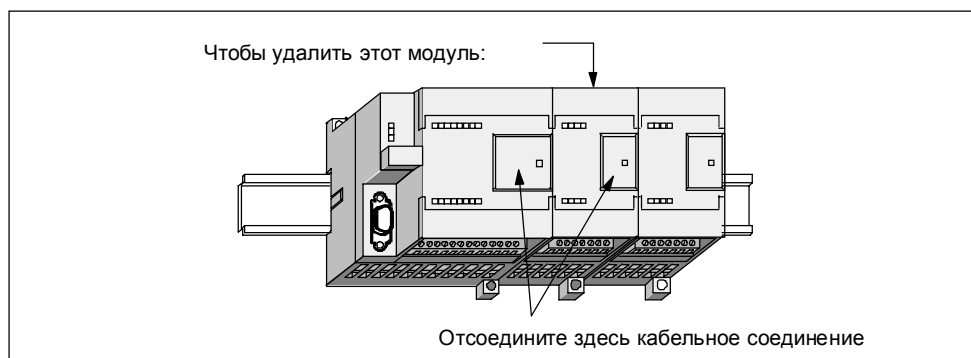

Рис. 2–8. Снятие модуля расширения
1. Отсоедините всю систему проводов и кабелей, присоединенную к снимаемому модулю. См. рис. 2–8. Некоторые CPU и модули расширения имеют съемные разъемы.